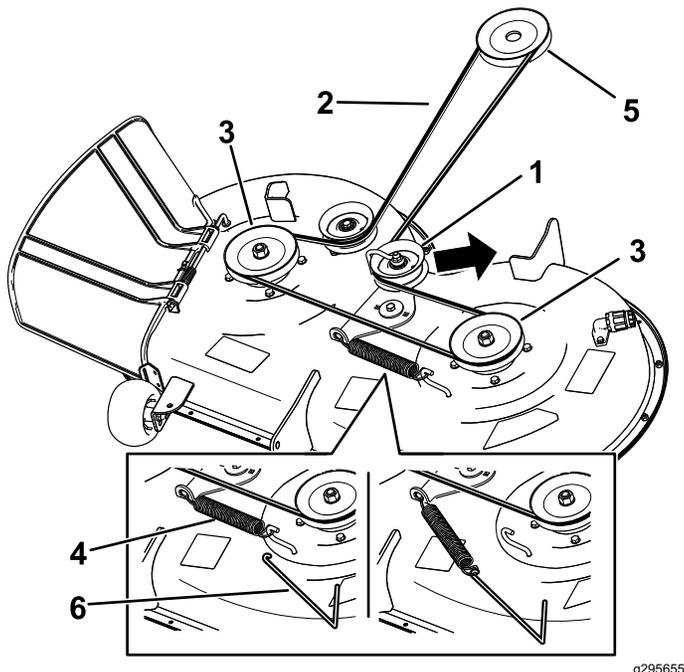

Figura 57
2. Vite (3)
6. Servendovi di un attrezzo per la rimozione delle molle (n. cat. Toro 92-5771), sganciate la molla di rinvio dal gancio del piatto di taglio per eliminare la tensione dalla puleggia tendicinghia e togliete la cinghia dalle pulegge (Figura 57).
7. Montate la nuova cinghia attorno alla puleggia del motore e a quelle del tosaerba (Figura 57).
8. Servendovi di un attrezzo per la rimozione delle molle (n. cat. Toro 92-5771), montate la molla di rinvio sul gancio del piatto di taglio e mettete in tensione la puleggia tendicinghia la cinghia dalle pulegge (Figura 57).